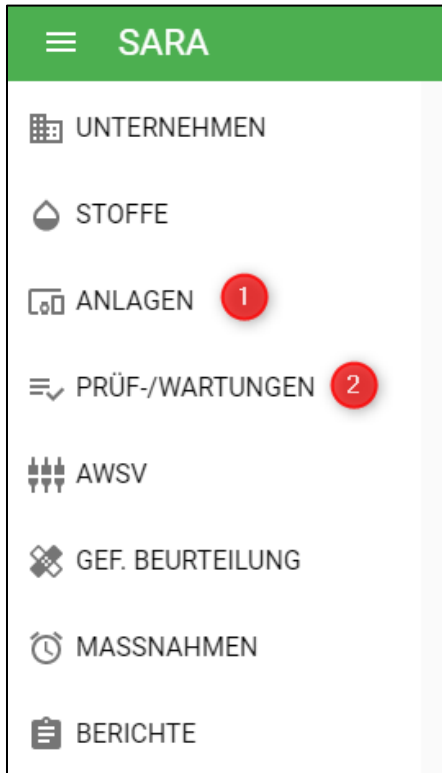

Abbildung 1
Nach Klicken auf „Anlagen“ (Abb. 1 – Punkt 1), werden Ihnen zunächst alle Ihre Anlagen in Listenform angezeigt.
Nachdem Sie in der Navigation „Prüf-/Wartungen“ (Abb. 1 – Punkt 2) ausgewählt haben, sehen Sie eine Übersicht jeder Prüfung und Wartung in Listendarstellung. Es ist Ihnen von hier aus möglich, einzelne Wartungen und Prüfungen auszuwählen und eine Tätigkeit zurückzumelden (1), die Oberfläche wird bereits in Neuerung 3.5.2. beschrieben. Sie können außerdem Ihre Datenbank nach verschiedenen Suchkontexten durchsuchen (2) oder eine Übersicht der Auflistung in PDF-Form generieren und ggf. ausdrucken (3).